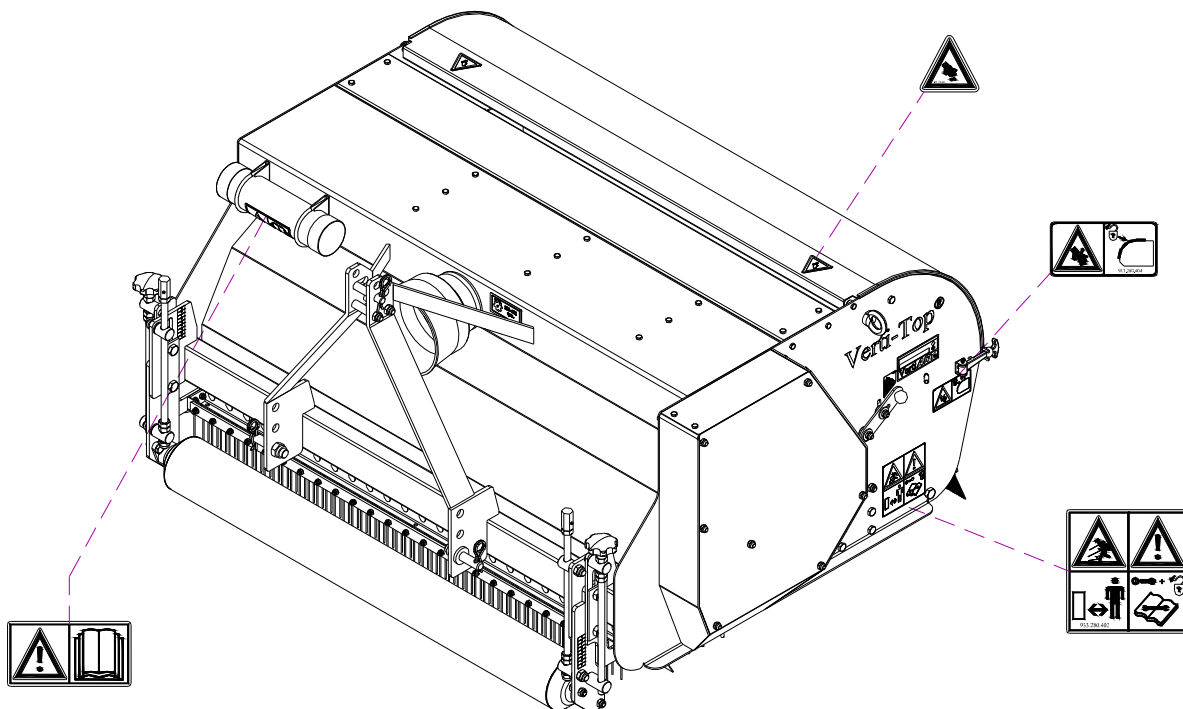

Fig. 7
Su entrambi i lati della Verti-Top, sul pannello laterale e sul cofano posteriore (Fig. 7) sono stati apportati adesivi di sicurezza (Fig. 4,5,6) con significati conformi. Gli adesivi devono essere sempre ben visibili e leggibili e, se danneggiati, devono essere sostituiti.
- (7) Posizionamento degli adesivi di sicurezza (su entrambi i lati della macchina). (Fig. 7)